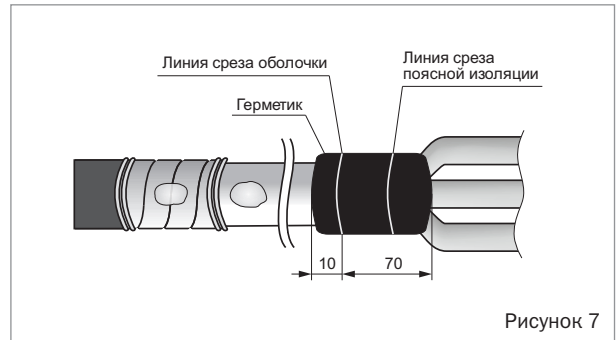

Рисунок 7
- Обмотать длинную ленту герметика по краю металлической оболочки с заходом на 10 мм на оболочку и на 70 мм по жилам кабеля, удаляя разделительную бумагу (рисунок 7).